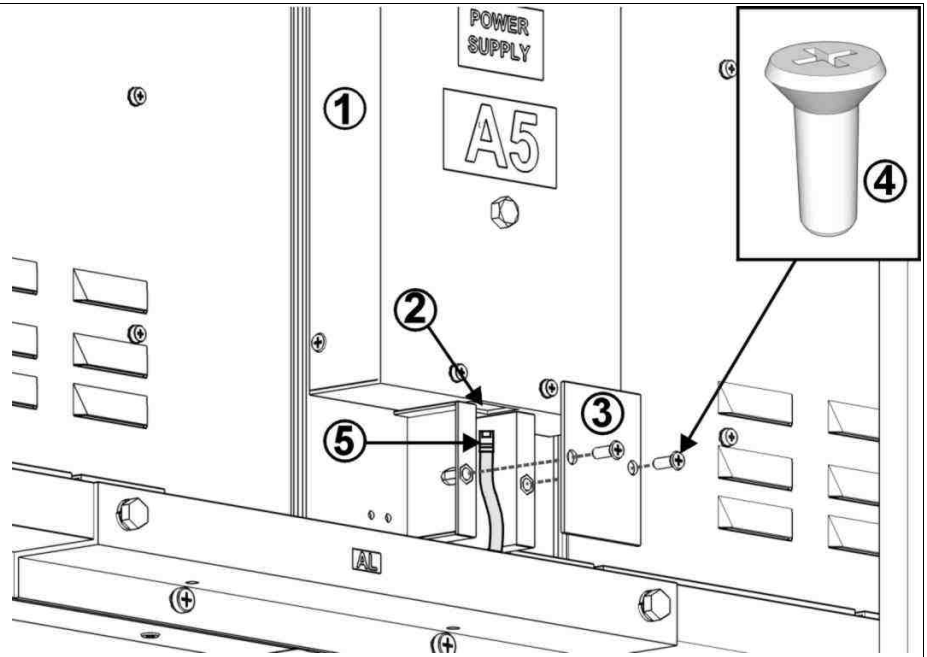

Fig. 10: Retro del modulo POWER SUPPLY
2. Svitare le due viti **M5x16** e togliete il coperchio del canale di entrata cavi, situato nella parte inferiore del modulo **POWER SUPPLY** (vedi Fig. 10), per rendere visibile l'apertura attraverso la quale dovrete introdurre tutti i cavi. Introducete, ad uno ad uno e per tutta la lunghezza disponibile, tutti i cavi provenienti dai vari moduli. Qualora sia presente, infilate anche il cavo proveniente dal **Ricevitore Radio**, altrimenti infilate per circa 40cm il cavo dati seriale fornito in dotazione (lunghezza 5m), quindi richiudete il coperchio del canale di entrata dei cavi.